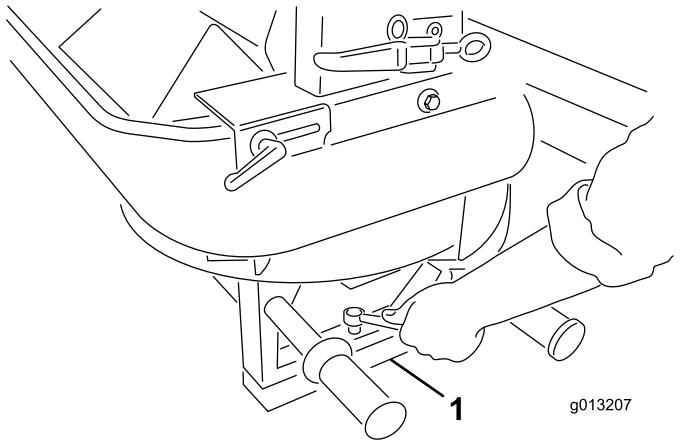

Рисунок 6
- Выверните четыре винта из опор двухдискового разбрасывателя. С помощью напарника поднимите двухдисковый разбрасыватель и удалите упаковочные шпильки и упаковочный пенопласт (Рисунок 6).